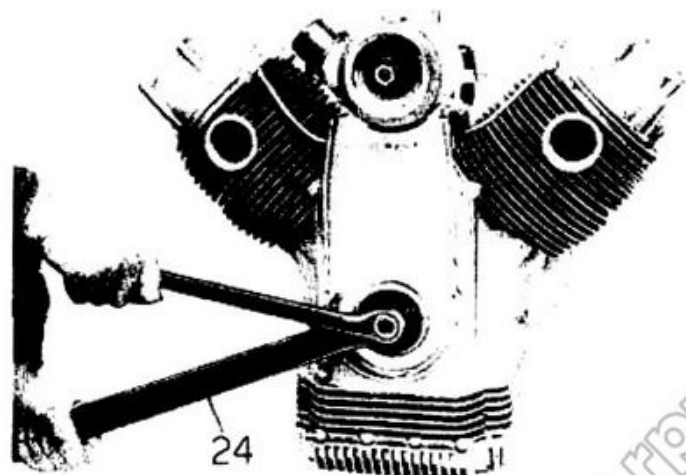

Fig. 19
- montare sul mozzo della puleggia a mezzo i tre bulloncini che bloccavano il gruppo puleggia l'attrezzo n. 12905300 (24 di fig. 19) e tenendo fermo l'albero motore tramite il suddetto attrezzo, con chiave ad occhio svitare il dado di fissaggio pignone motore;